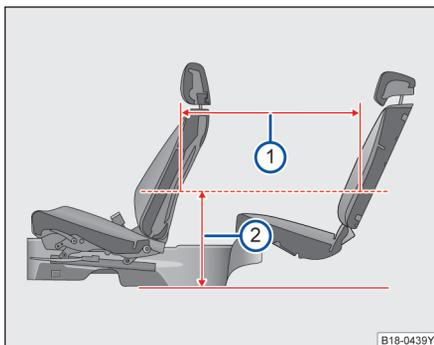

图 64 座椅座间距
当前排座椅前后位置：座椅最后往前滑动 125mm，高度及靠背角都处于设计位置；后排座椅位于设计位置时，在距离地板位置 474mm 处⇒图 64②，座间距为 831mm⇒图 64①。